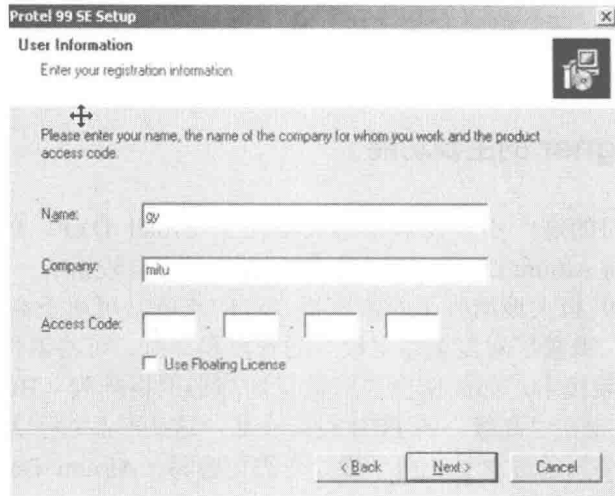

图 0-2 输入软件序列号
③ 单击 Next 按钮，屏幕弹出用户注册对话框，提示输入序列号及用户信息，如图 0-2 所示，正确输入供应商提供的序列号后单击 Next 按钮进入下一步。